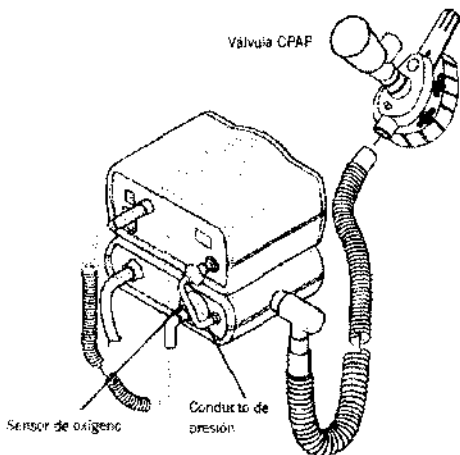

Imagen 3. Whisperflow 2 y Criterion 60, mascarilla de doble puerto
1. Seleccionar una máscara facial totalmente ajustable o un tubo endotraqueal (ET) como conexión para el paciente. Asegurarse de que la máscara se adapte cómodamente, se ajuste totalmente al tabique nasal y cubra completamente la nariz y la boca.
3. Montar el circuito siguiendo la Imagen 3 a la Imagen 7, según la máscara, el analizador de oxígeno y el humidificador utilizado. Mientras se monte el circuito, tener en cuenta que: